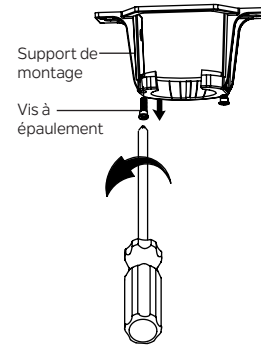

Fig. 15
**Étape 1.** Retirez l'une des deux vis à épaulement du support de montage. Desserrez la deuxième vis à épaulement sans la retirer complètement. (Fig. 15)